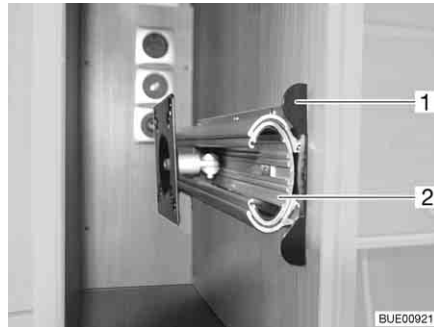

Bild 44 Halterung im TV-Schrank
- Entriegelungsleiste (Bild 44,1) hineindrücken.
- Auszug (Bild 44,2) bis zum Anschlag herausziehen.
- Auszug (Bild 44,2) einschieben, bis die Entriegelungsleiste (Bild 44,1) einrastet.